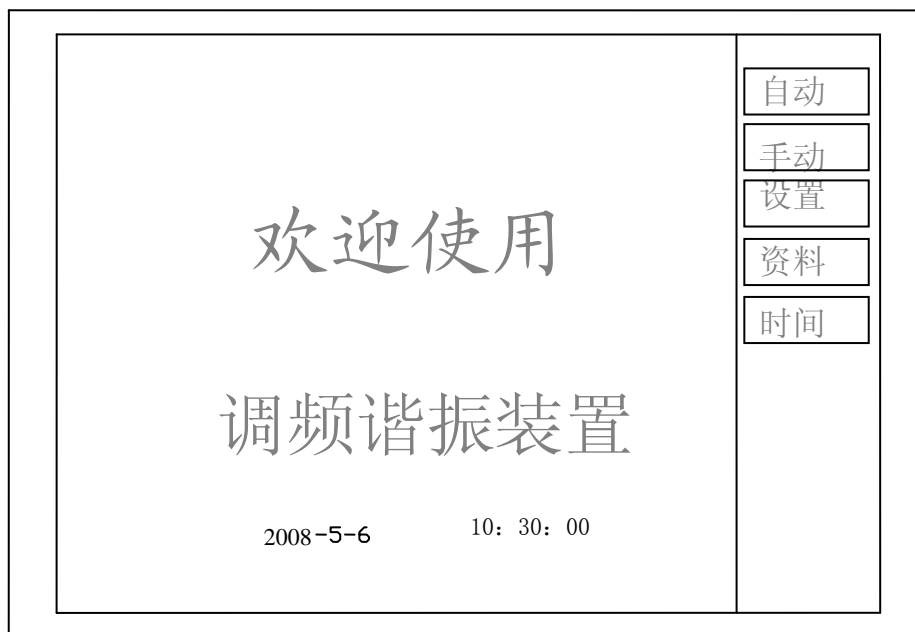

图2
#### 2.1.5. 开机后,液晶的显示界面如图 2 所示。
- **返回：**设置完成后返回到图 2 界面。
进入图 2 界面，点击“自动”，进入下图 4 界面，点击“启动”，“确认”，则自动进行调谐、升压、计时、降压。